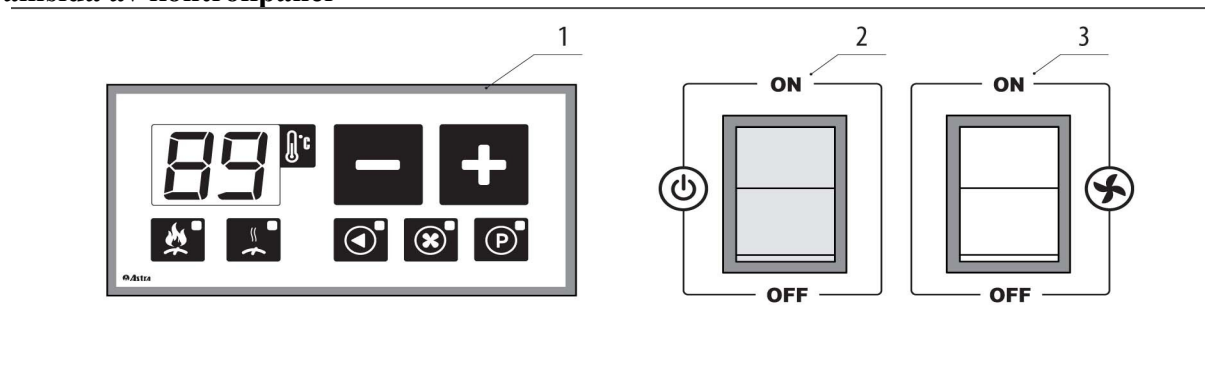
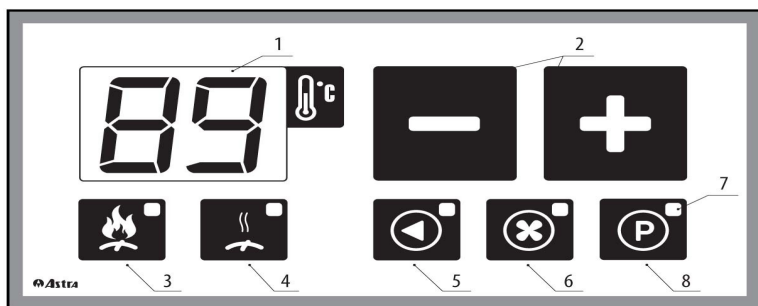

Fig. 9 Främre kontrollpanel
Fig. 11 Frontpanel av regulator KR-4.3
”Förbränning avslutad” (Bild 11). **I det här fallet är det nödvändigt att ta reda på orsakerna till problemet och ta bort dem.** Om detta inte görs är risk för allvarliga skador på pannans utrustning samt risk för människors hälsa och liv. Om användaren inte kan lokalisera och åtgärda orsaken till utlösning av termosäkringen, så måste en mer kvalificerad serviceman tillkallas. Efter pannan svalnat, kan termosäkringen återställas till sitt normala driftläge. För att göra detta, skruva loss locket och tryck på den röda knappen.
Den digitala temperaturindikatorn 1 (Fig. 11) visar både den uppmätta och den inställda temperaturen på vattnet i pannan. Börvärdestemperaturen justeras med knapparna 2. Efter en kort tryckning på "+" eller "-" börjar den digitala indikatorn 1, visa börvärdestemperaturen för pannvattnet. För att ändra det, måste lämplig knapp tryckas: "+" för att öka och "-" för att minska temperaturen. Efter några sekunder efter den sista knapptryckningen är börvärdestemperaturen sparad och indikatorn återgår till att visa ärvärdestemperaturen på pannvattnet.
Lysdiod 3 "Förbränning pågår" anger aktiv status av pannan. Denna tänds när fläkten är påslagen med knappen 3 (Fig. 11) på den främre kontrollpanelen. Fläkten kan vara i driftläge endast när lysdioden 3 (Fig 11) är tänd.
Strömförsörjningen L2, som kommer från den främre kontrollpanelen och överförs till regulatorn, slås på när omkopplarna 2 och 3 (Fig. 9) är i läge ON och termosäkringen inte har löst ut. Den impuls som reglerar fläkthastigheten ansluter periodiskt L2 till L3. När pannan växlar till status "förbränning avslutad", levererar L3 inte ström till fläkten och lysdiod 4 (Bild 11) tänds. För att återgå till läget "förbränning pågår", ska strömförsörjningen L2 avbrytas genom att stänga av (on / off)-fläktbrytaren 3 (Fig. 9) och strömförsörjningen av pannan (on / off-brytaren 2 (Fig. 9)., och därefter ställer dem i läge "ON". Laddomatpumpens relä kopplar L4 till L1. Den programmerbara kanalens relä kopplar P till L1.
Slå på spänningen, med knapp 2 på den främre kontrollpanelen. Då tänds displayen på den elektroniska regulatoren (Fig. 9). Ställ in önskad arbetstemperatur på pannvatten med hjälp av knapparna för temperaturinställning, vi rekommenderar en temperatur på 80-85 ° C eftersom Laddomat 21's termiska ventil öppnar vid 72 °C – och man får då en bra funktion mellan panna och Laddomat 21.
Kontrollera i temp.displayen att vattentemperaturen stiger. Håll den nedre luckan öppen tills pannvattnet värmts upp till 40 ° C. Stäng sedan den nedre luckan, stäng direktspjället genom att trycka in handtaget 5 (Fig. 1). Slå sedan på fläktbrytaren 3 på kontrollpanelen (Fig. 9). Efter det kommer pannan arbeta i automatiskt läge: den kommer att försöka uppnå och bibehålla börvärdestemperaturen på utgående vattnet från pannan.
2. Stäng av fläkten med brytaren 3 (Fig. 9).
Statusen för förbränningsprocessen kan kontrolleras på regulatorns lysdioder "förbränning pågår" eller "förbränning avslutad" (se beskrivning av regulatorerna KR-4.3, Fig. 11).. Lågan i pannan kan kontrolleras genom att försiktigt öppna luckan till den nedre förbränningskammaren när fläkten är på. Den synliga tungan av eld måste vara gul eller gul-röd och nå det nedre keramiska elementet, vilket innebär att förbränningen sker på ett optimalt sätt. **Håll inte den nedre luckan på pannan öppen under längre perioder under förbränning: den undre kammaren innehåller gaser som om de kommer ut i pannrummet i större mängder, kan vara skadliga.**
Lysdiod 4 lyser (Fig. 11, se teknisk beskrivning av regulator KR-4.3)